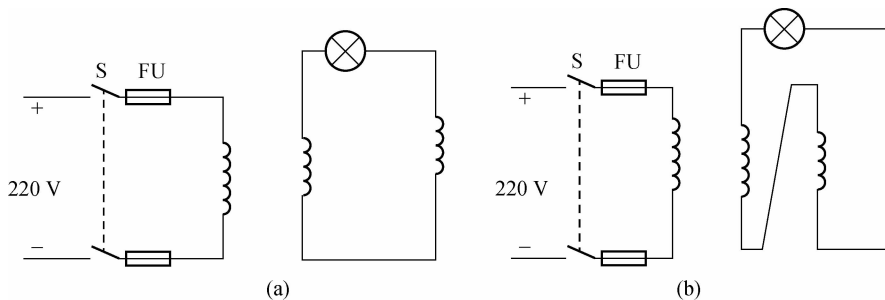

图 3-26 用交流电源和灯泡测定定子绕组的首尾端
(2)将任意两绕组相串联,另两端接在电压相符的灯泡上(用36 V交流电源接36 V灯泡),如图3-26(a)所示。
(5)将已有标记的一相绕组与未知的一相绕组相串联,再连接好灯泡。将已有标记的另一相绕组接通电源,如图3-26(b)所示。重复上述实验过程,即可确定未知一相绕组的首尾端。